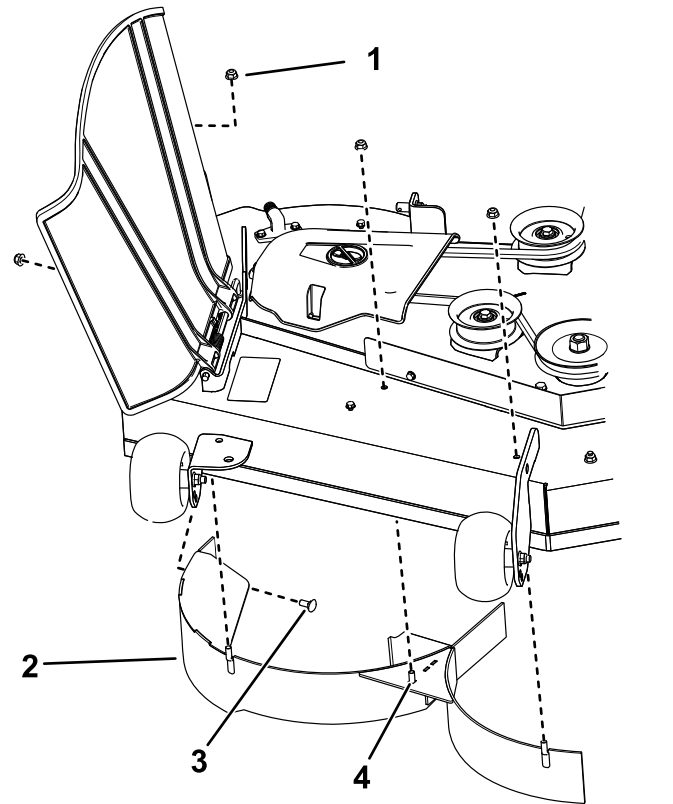

Bild 13
- Entfernen Sie die drei Sicherungsmuttern (5/16") von den geschweißten Pfosten des rechten Ablenkblechs (Bild 13).
- Entfernen Sie die beiden Schlossschrauben und Sicherungsmuttern, die das rechte Ablenkblech am Mähwerk befestigen, und entfernen Sie das Ablenkblech (Bild 13)
- Suchen Sie die drei Schrauben in den losen Teilen und setzen Sie diese Befestigungen mit den vorhandenen Sicherungsmuttern in die Löcher für die geschweißten Pfosten ein (Bild 13), um das Herausschleudern von Rückständen zu vermeiden.